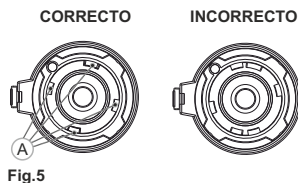

Fig.5
- Asegúrese de que los salientes (A) del adaptador se encuentran por encima de los salientes inferiores (Fig. 5).